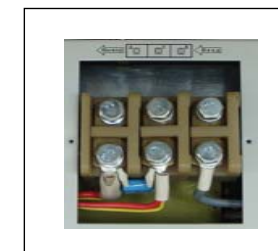

Рис. 6. Клеммник
**Клеммник для стационарного подключения нагрузки (рис.6).** Подсоединение к клеммнику необходимо производить только при отключенной сети и в строгом соответствии с надписями на нем «Вход», «Выход», «Ф», «0».